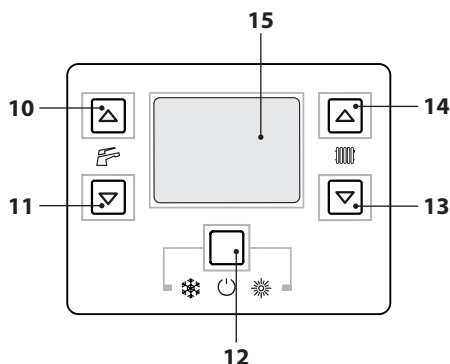

Figura 6.5
- Tenere premuto per 2 secondi il tasto 12 fino a far apparire sul display entrambe i simboli  e . Figura 6.5.
- Spegner la caldaia tenendo premuto per 2 secondi il tasto 12 (Figura 6.5) fino a far apparire sul display LCD il simbolo — — — (i trattini vengono accesi in sequenza per simulare uno scorrimento) (Figura 6.4).